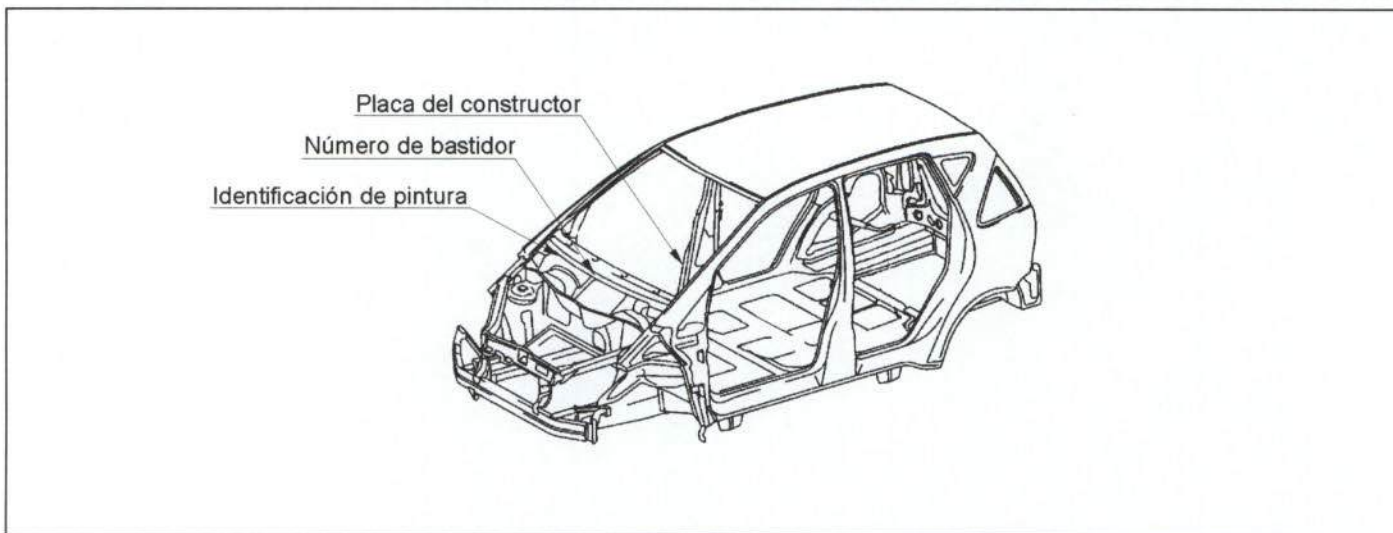

Figura 1.- Situación de la placa de identificación del vehículo, número de bastidor e identificación de pintura.
Las características que identifican al vehículo se recogen, debidamente codificadas, en diversos puntos de la carrocería, como se refleja en la figura 1.
- El número de bastidor se encuentra troquelado en la parte central (figura 1).
• La identificación de pintura se encuentra pegada en la zona inferior del pilar delantero derecho, tal y como se muestra en la figura 1.